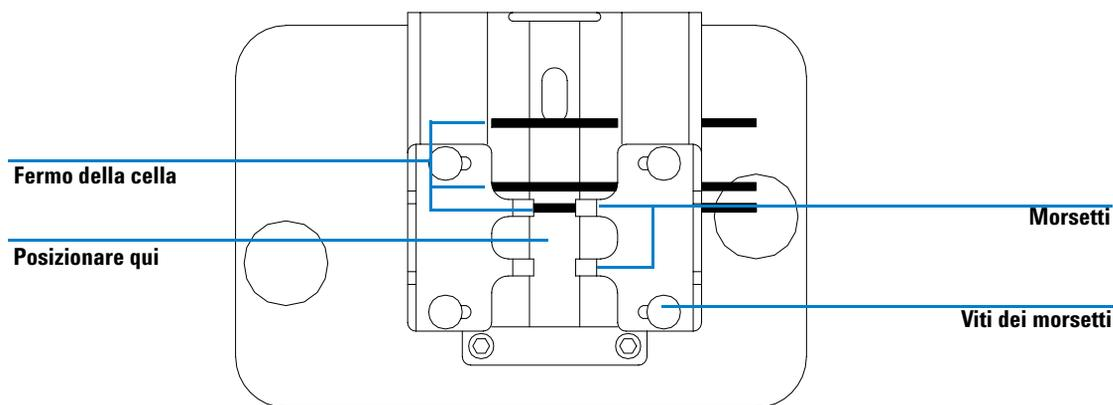

Figura 18 Posizionamento dei fermi per una cella del campione da 1 cm
- 2 Se la cella del campione non ha misure standard, posizionare i fermi come in una cella a percorso lungo, spostando cioè a sinistra tutti i fermi riportati nella Figura 18.